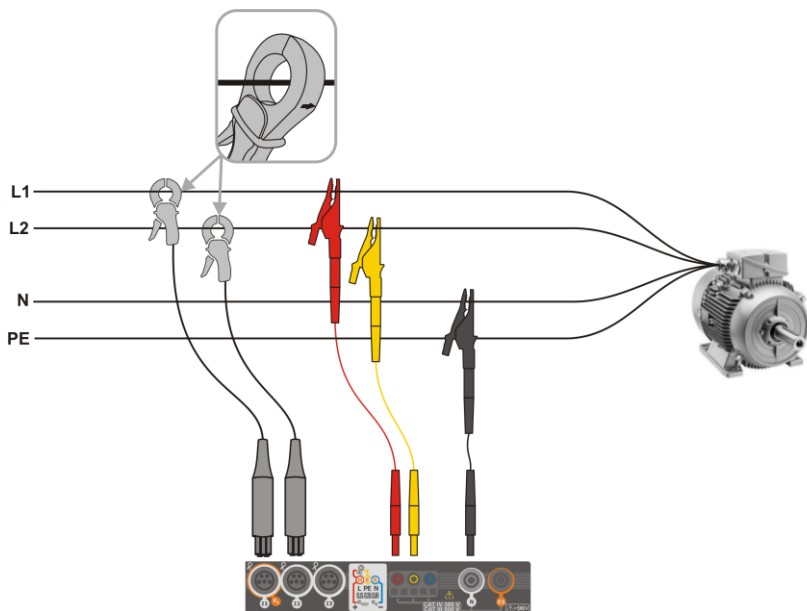

Fig. 6.5 Anschlussdiagramm – 2-Phasen
- 2-Phasen (Einphasen-Dreileiternetz)) (Fig. 6.5),